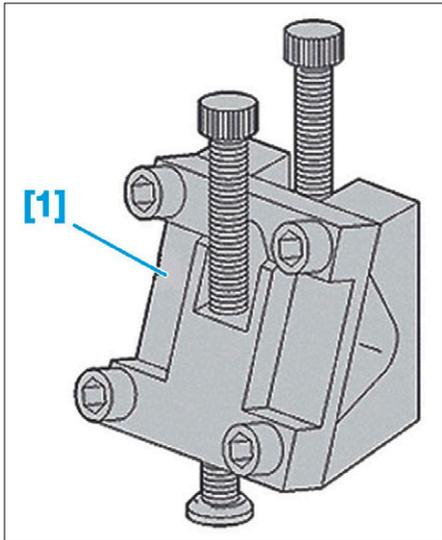

FIG. 8
- [1]. Outil de blocage de crémaillère (ref. 0721.B) (Fig.8).